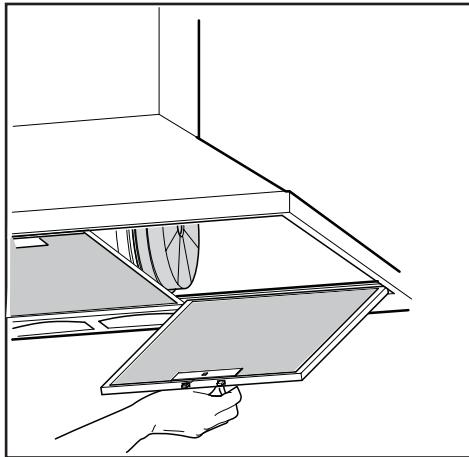

Fig.7
• La distanza minima fra la superficie di supporto dei recipienti di cottura sul dispositivo di cottura e la parte più bassa della cappa da cucina deve essere di almeno 65 cm. Se dovesse essere usato un tubo di connessione composto di due o più parti, la parte superiore deve essere all'esterno di quella inferiore. Non collegare lo scarico della cappa ad un condotto in cui circoli aria calda o utilizzato per evacuare fumi degli apparecchi alimentati da un'energia diversa da quella elettrica. Prima di procedere alle operazioni di montaggio, per una più facile manovrabilità dell'apparecchio disinserire i filtro/i antigrasso (Fig.7).